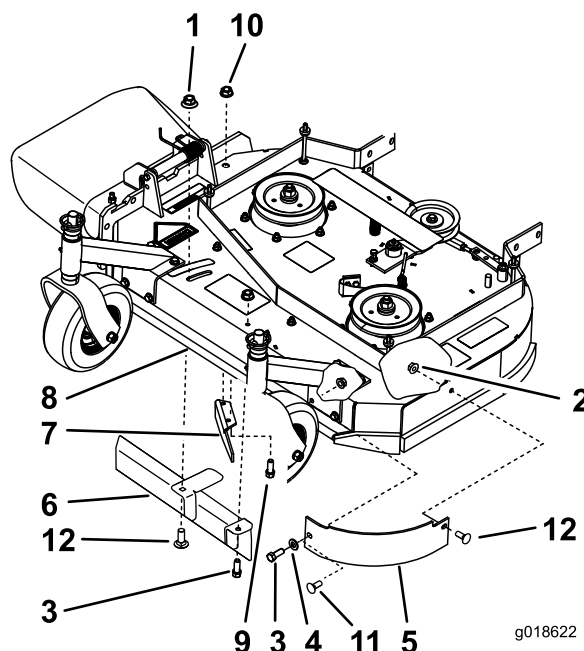
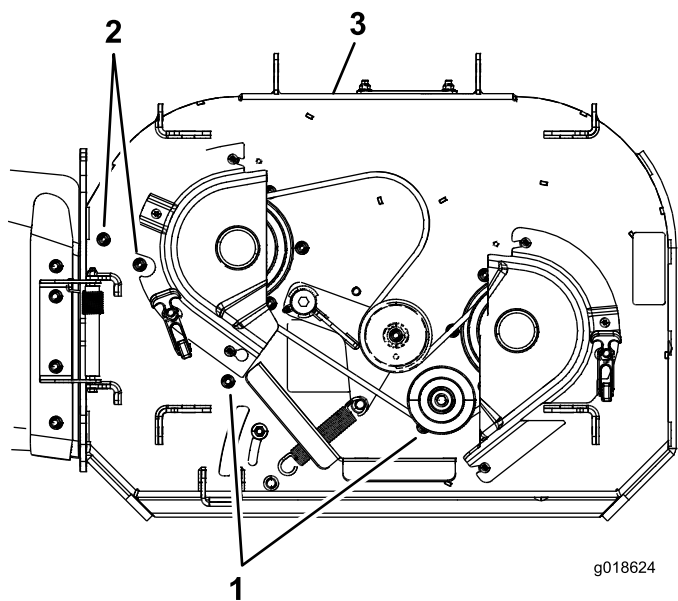

Figure 3
Figure 4
1. Déposez le couvercle de la courroie du plateau de coupe (Figure 3).
2. Retirez les boulons, rondelles et écrous à embase qui fixent le déflecteur avant gauche en place (Figure 3).
4. Enlevez les boulons et écrous à embase qui fixent le déflecteur d'éjection en place (Figure 3 ou Figure 4). Placez les écrous et boulons dans les trous après avoir déposé le déflecteur.
5. Enlevez l'écrou à embase ou le verrou à cames et la rondelle en le dévissant du déflecteur de débit réglable (Figure 3).
6. Enlevez le boulon qui fixe le déflecteur de débit réglable en place (Figure 3).